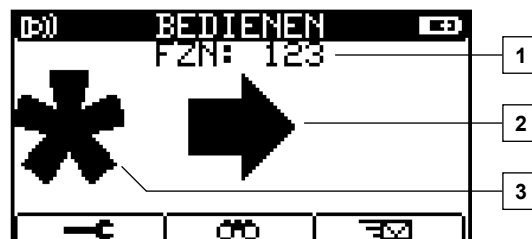

Abb. 21: Startmenü mit Befehl „schnelle Bewegung nach rechts“
Direkt unter der Titelzeile befindet sich das aktuell bzw. zuletzt ausgewählte Fahrzeug mit Namen. Bei Verbindung über Bluetooth wird auch die UUID-Nummer der Gegenstelle (Abb. 21/1) angezeigt.
Im mittleren Bereich sind die derzeit gesendeten Befehle an den DataCom-Stick (Abb. 21/2) sichtbar.
Bei allen Befehlen haben Sie die Möglichkeit zwischen einer langsamen oder schnellen Geschwindigkeit zu wählen (Abb. 21/3).
- Drücken Sie Taste  [*] länger, erscheint auf der linken Seite des Displays dauerhaft das Sternsymbol (Abb. 21/3). Während dieser Zeit wird eine schnelle Geschwindigkeit gewählt; bis Sie mit dem erneuten Betätigen der Taste die Fixierung aufheben und den Stern löschen.